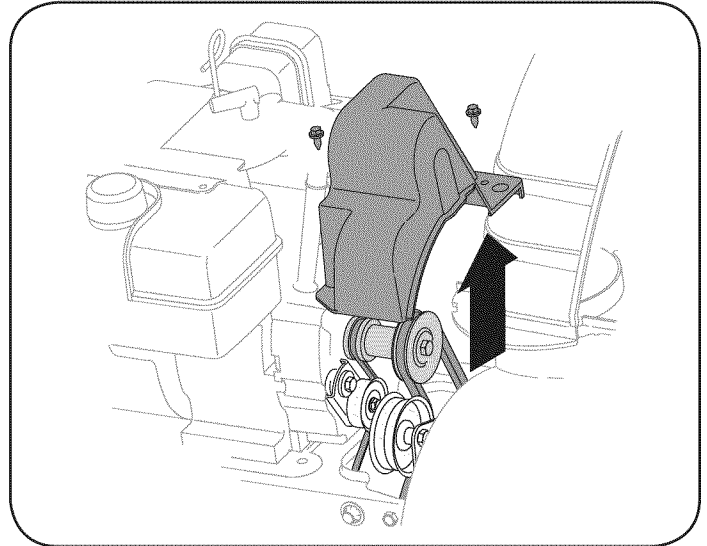

Figura 21
2. Saque la cubierta plástica de la correa ubicada en el frente del motor. Para ello saque los dos tornillos autorroscantes. Vea la figura 21.
- Saque la cubierta plástica de la correa ubicada en el frente del motor. Para ello saque los dos tornillos autorroscantes. Vea la figura 21.